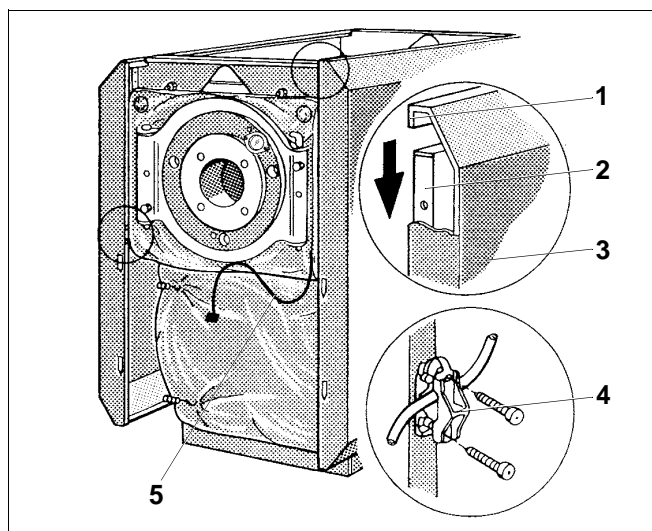

Рис. 10 Установка фиксатора провода
- Приподнимите боковые стенки (рис. 10, **поз. 3**), подвесьте верхней отбортовкой (рис. 10, **поз. 1**) на боковые траверсы (рис. 10, **поз. 2**) и свиньте вниз (рис. 10).
- Заправьте края теплоизоляционных матов за отбортовку боковых стенок (рис. 10).
- Вставьте фиксатор кабеля горелки (рис. 10, **поз. 4**) 2 штифтами в отверстия отбортовки левой или правой боковой стенки (рис. 10).
- Отрегулируйте кабель горелки (рис. 10, **поз. 5**) на нужную длину, вставьте в фиксатор, установите планку и заверните 2 самореза (рис. 10).